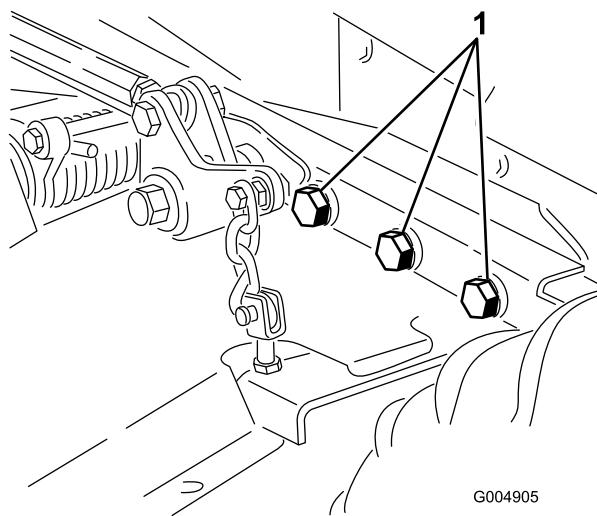

図 81
4. ボルトナット類にゆるみがいか点検し、必要な締め付けを行う。ボルトナット類にゆるみがいか点検し、必要な締め付けを行う。特に、芝刈りデッキのフレームをトラクションユニットに固定している6本のボルト(図 81)は265 ft-lb (359 N·m=36.6 kg·m) にトルク締めする。